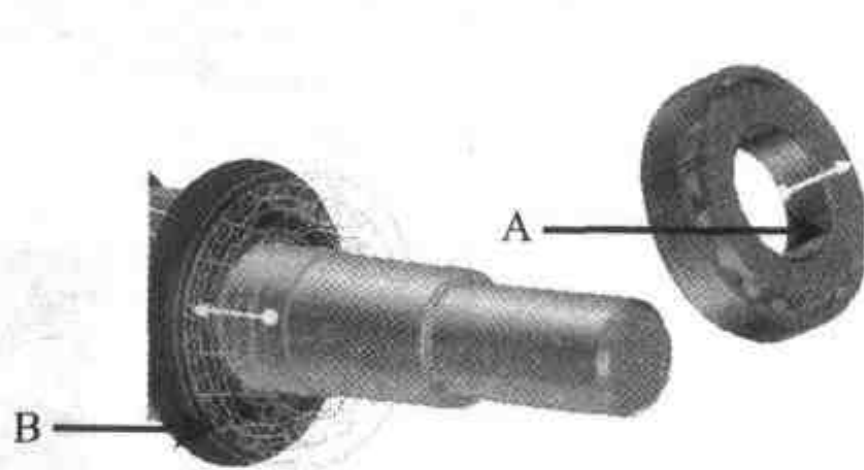

图 3.130 选择轴承配合位置
- (1) 轴承的安装基本同低速轴的轴承安装一样。
- (2) 在零件状态下选择轴承, 单击【无约束装配】工具按钮.
- (3) 调整视图到如图 3.130 所示, 然后单击如图 A 所示内圈所在位置, 接着单击图中 B 所示的挡油环外侧与轴承相配合的位置。